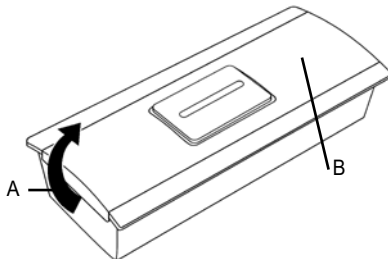

Bild 1: Samtalsknapp
- Ställ dörrklockeknappen på en arbetsyta, så att de båda vridaxlarna av den genomskinliga plastframsidan (bild 1 A och C) finns bak.
- g) Skruva försiktigt in den lilla skruven (position: bild 1 B) med en Phillips-skruvmejsel.